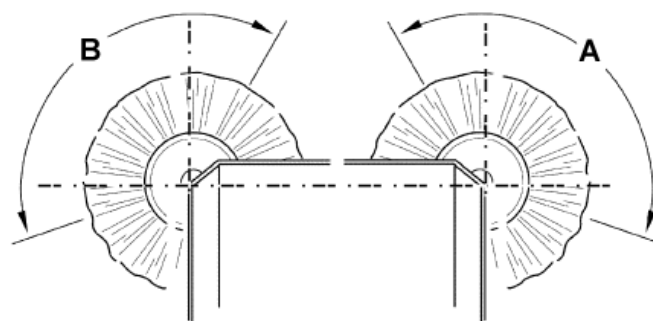

Рис. 6
- Убедитесь, что отпечатки боковых щеток соответствуют рисунку (А и В, Рис. 6).